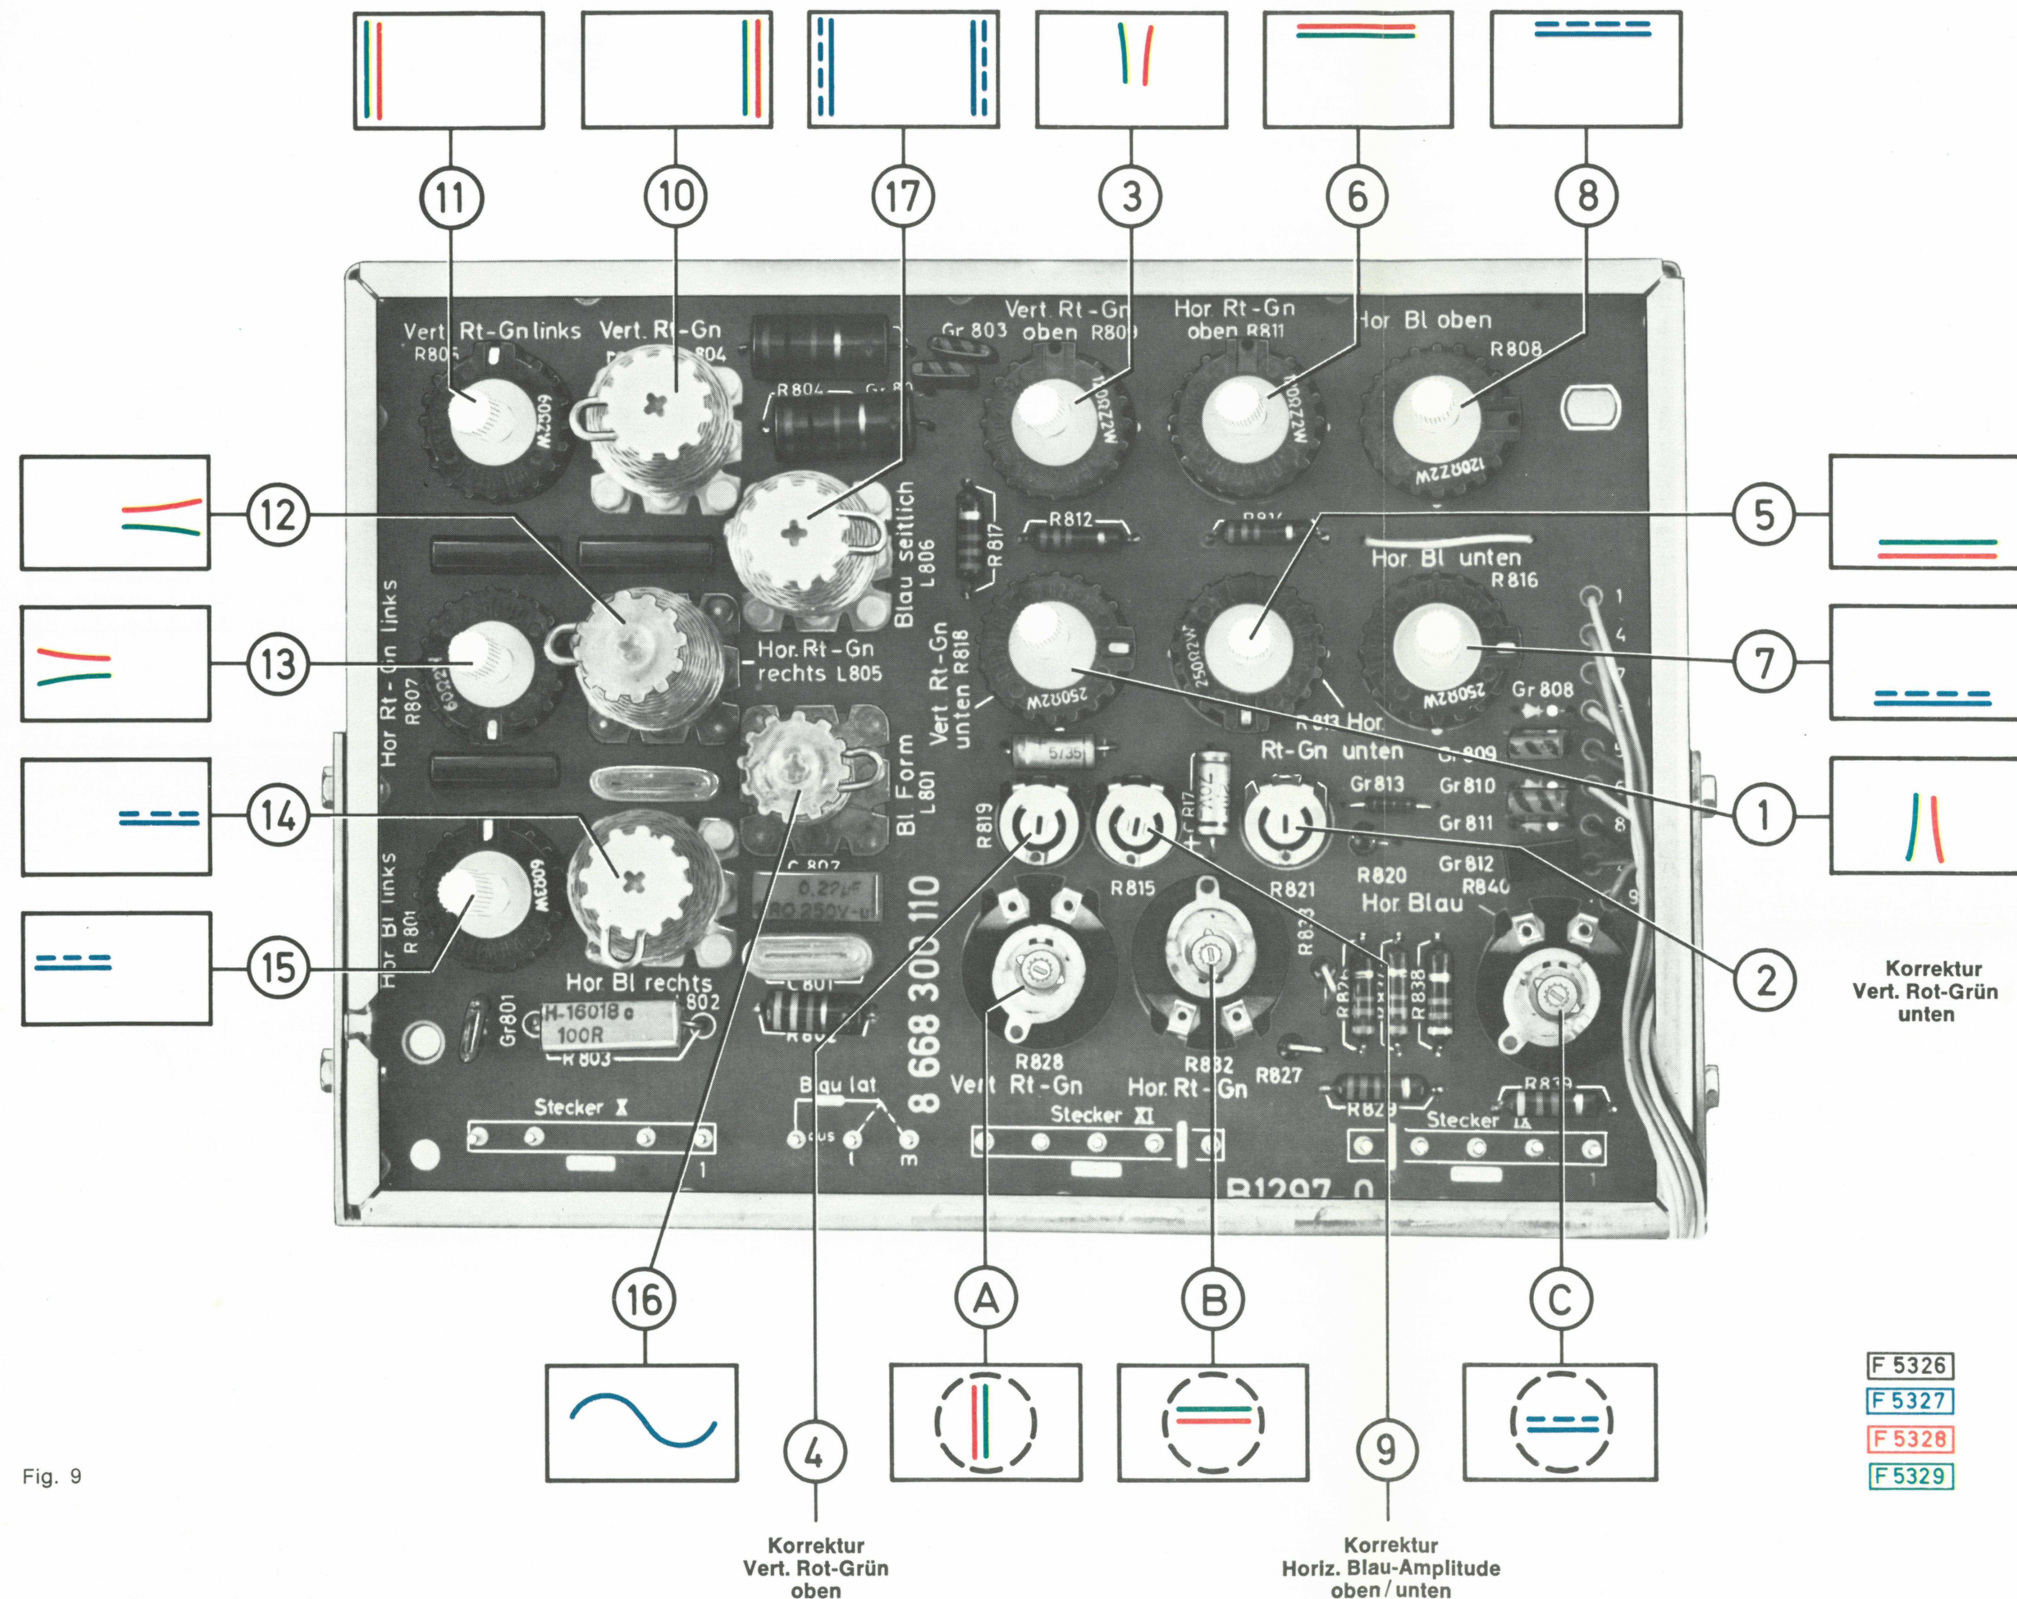

Fig. 9
Einstellregler (A), (B) und (C) in Mittelstellung bringen (Fig. 9).
Konvergenzplatte hochklappen, Fig. 9, genau davor auf das Gehäuse legen, Gittermuster empfangen, Kontrastregler auf Rechtsanschlag, Helligkeitsregler in Mittelstellung. Die Zahlen und die Buchstaben in den Kreisen  $\bigcirc$  geben die Einstell-Reihenfolge an.